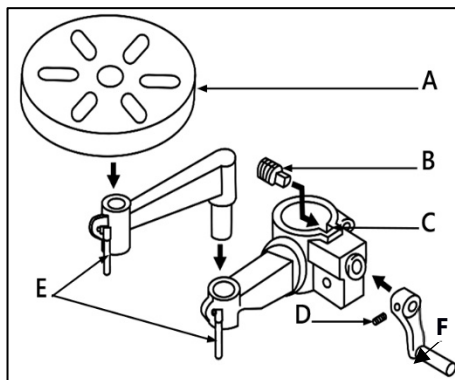
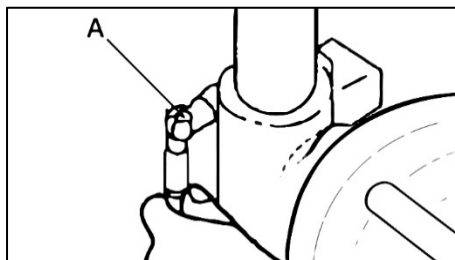

Рисунок 5.
Рисунок 6.
Вставьте вал (B) (рис. 5) червячной передачи в паз (C) кронштейна стола до упора. Наденьте рукоятку (F) на вал (B) и закрепите ее с помощью установочного винта (D).
Для сборки рабочего стола, ослабьте рукоятки фиксации (E) и соедините детали согласно рис. 5. Затяните рукоятки.
Установите рукоятку фиксации рабочего стола (A) (рис. 6).
Для перемещения стола вверх – ослабьте рукоятку фиксации (A) и вращайте рукоятку (F) (рис. 5) по часовой стрелке. Для перемещения стола вниз вращайте рукоятку против часовой стрелки. После установки нужного положения затяните рукоятку-фиксатор (A) (рис. 6).